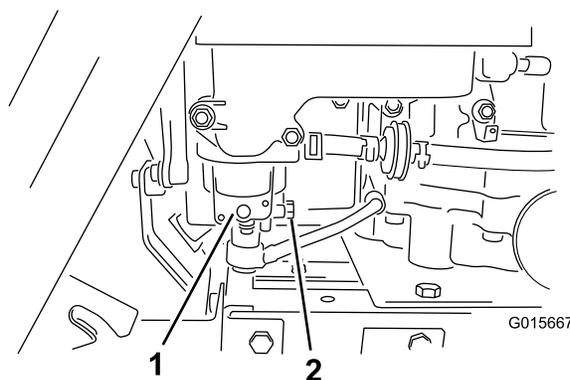

Figura 26
- Aprite il cofano per accedere al carburatore sotto il filtro dell'aria (Figura 26).
Nota: Il tappo della vaschetta del galleggiante del carburatore è rivolto verso il retro della macchina (Figura 26).